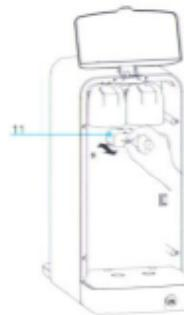

Bild 8
5.2.3. Austausch des Nachfilters (Sterilisationsmodul) (Bild 8)